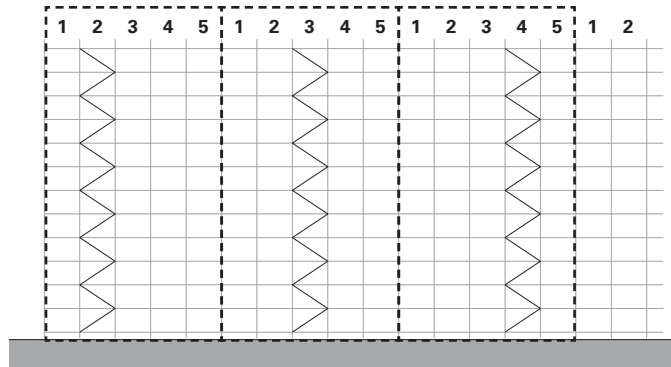

Bild A5.01
- Använd vertikaldiagonaler med tornaktig diagonalstyrning för förstärkning av den utvändiga vertikala ytan. Till en diagonal får högst fem ställningsfack tilldelas. (Bild A5.01)